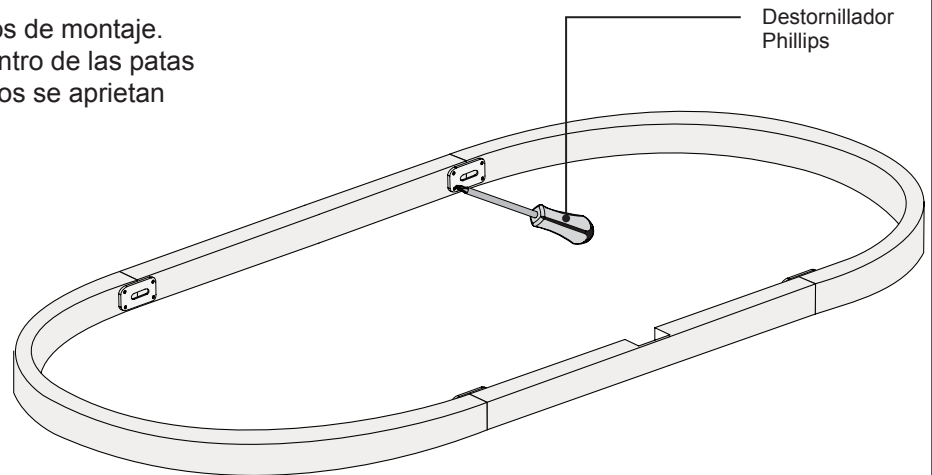

Figura 14. Madera del marco de la Asamblea
- 4 Una vez que los cuatro (4) soportes de metal se haya adherido, utilice un destornillador Phillips para apretar todos los accesorios de montaje (Figura 14).